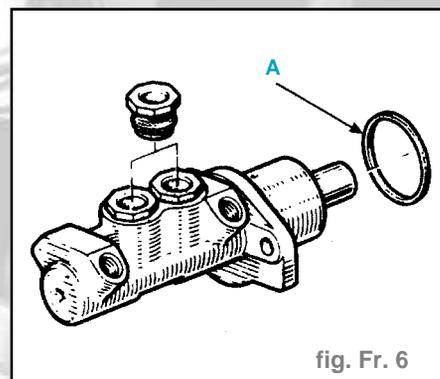

fig. Fr. 6
Nota : Ces véhicules sont équipés de maître cylindre intégré au servo-frein. L'étanchéité du servo-frein est directement liée au maître-cylindre. Lors d'une intervention, il est nécessaire de mettre un joint (A) neuf (fig. Fr. 6).